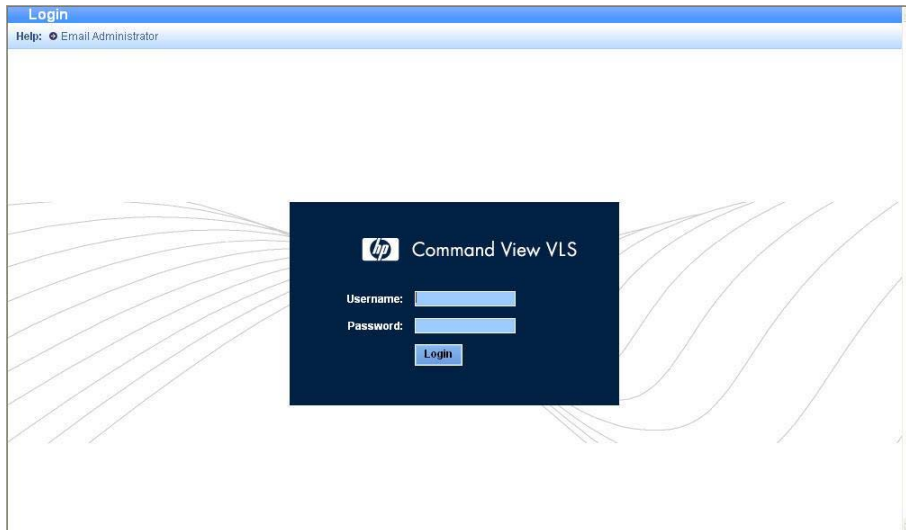

Abbildung 16 Command View VLS-Anmeldefenster
4. Geben Sie `administrator` oder `user` in das Feld Username (Abbildung 16) ein. Beim Benutzernamen wird zwischen Groß- und Kleinschreibung unterschieden.
5. Geben Sie das dem Benutzernamen entsprechende Kennwort in das Feld Password ein (Abbildung 16).